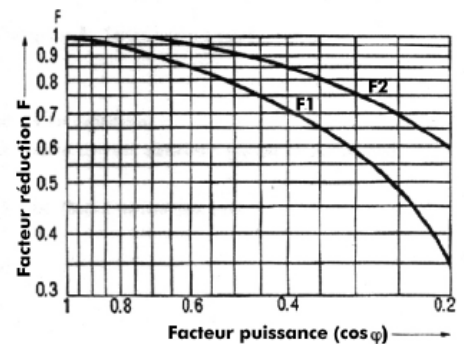

Figure A4 Courbes de diminution
* Sur charges résistives. Diminue sur charges réactives ou inductives suivant la figure A4 où: